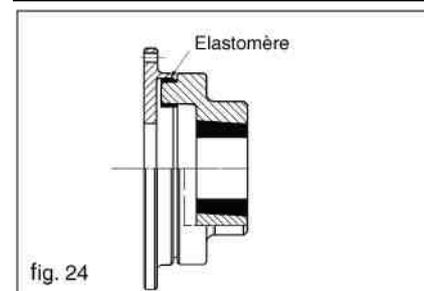

fig. 24
13.12 Remplacement des élastomères du joint GBF BALDONI (fig. 24)